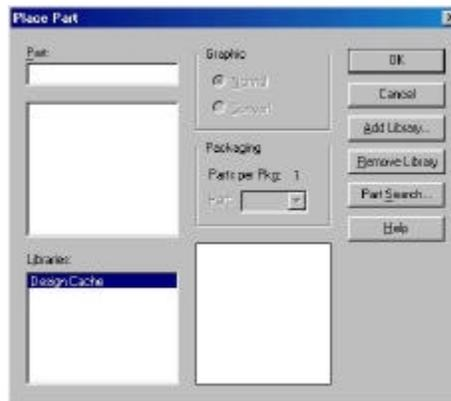

Figura 4.11 Carga de una librería dentro de una página.
- 3 Seleccione la opción *Add Library...* (ver figura 4.11).